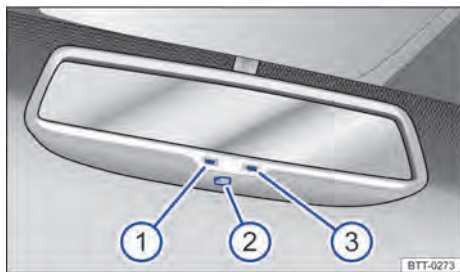

Fig. 91 No para-brisa: espelho retrovisor interno com antiofuscante automático.
Legenda para → Fig. 91:
- ① Luz de controle.
- ② Interruptor.
- ③ Sensor para reconhecer a incidência de luz por trás.
O antiofuscamento automático pode ser ligado e desligado com o interruptor no espelho retrovisor interno → Fig. 91 ②. Com o antiofuscamento automático ligado, a luz de controle → Fig. 91 ① se acende.
- Um sensor no lado que indica para o interior do veículo, que mede a incidência de luz por trás → Fig. 91 ③.